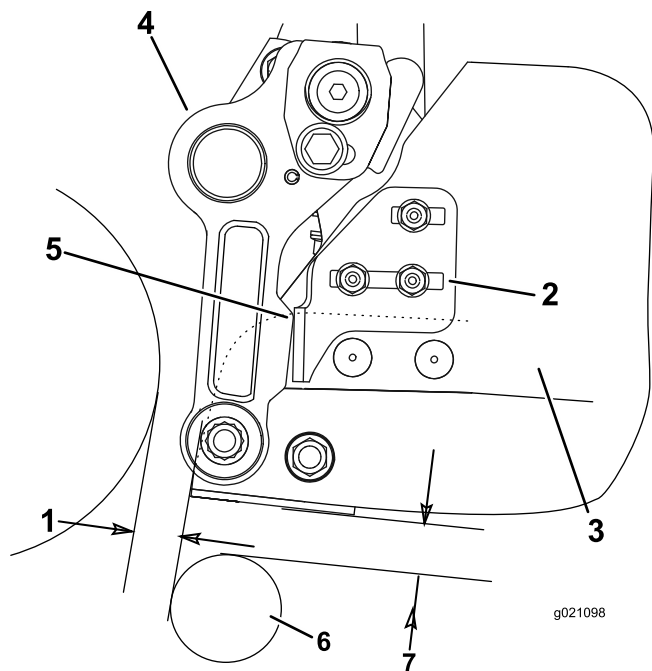

図 10
- ・ バスケットの左右各側で、ブラケットストップ・ブラケットをバスケットに固定しているキャリッジボルトのナットをゆるめる（図 10）。
- ・ バスケットの位置を調整する；カッティングユニットに対してバスケットが平行であり、リールからバスケットのリップまでの距離が少なくとも 6 mm あるように調整する（図 10）。